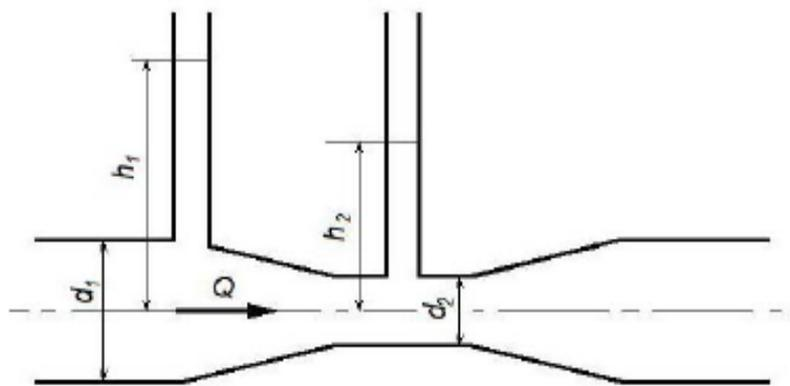

Рис. 1
**Задача 4.** Определить абсолютное давление в диффузоре горизонтальной трубы (рис. 1), размеры и расход которых приведены в табл.6 Показания открытого пьезометра  $h$ , а плотность жидкости  $\rho$ . Потерями напора по длине трубы пренебречь.